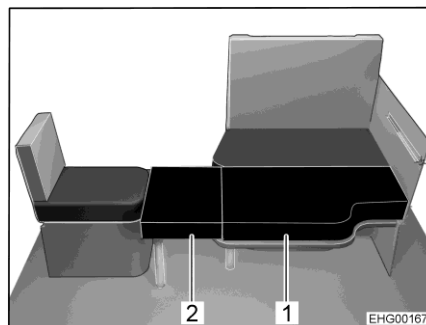

Fig. 113 Après la transformation
La banquette longitudinale peut, avec le siège individuel latéral et le plateau de la table suspendue abaissée, être transformée en un lit supplémentaire. Deux coussins supplémentaires sont nécessaires pour obtenir une couchette. L'un des coussins supplémentaires (Fig. 113,2) est doté d'un repose-pieds dépliant et d'une équerre de support. L'autre coussin supplémentaire (Fig. 113,1) doit être posé sur le plateau de table.
- Déplier le repose-pieds sur le plus petit des coussins supplémentaires (Fig. 113,2).
- Accrocher l'équerre de support du coussin supplémentaire (Fig. 113,2) au siège individuel et poser le coussin sur le plateau de table.
- Poser le second coussin supplémentaire (Fig. 113,1) sur le plateau de table.